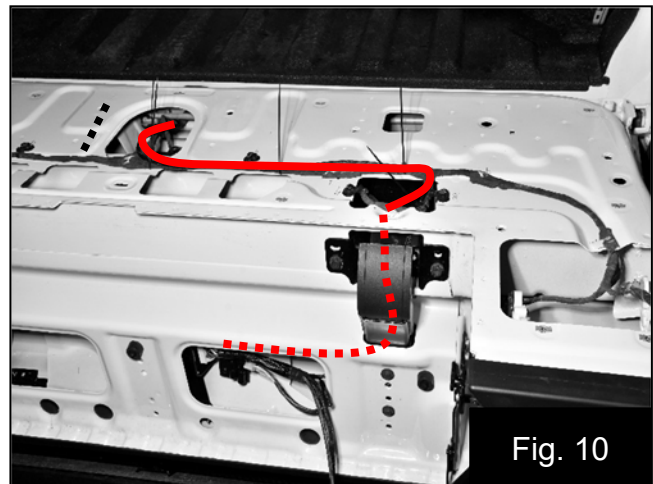

Fig. 10
12. Siga enrutando el arnés del amplificador a lo largo del arnés de fábrica hacia el lado inferior de la carcasa cerca del extremo posterior del conector del remolque. Fije el arnés del amplificador al arnés de la carcasa con las amarras suministradas. Fig. 10